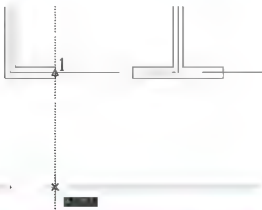

图 3.39 在辅助线上确定第一条尺寸界线的起点
② 在指定第二条尺寸界线原点:提示下,如图 3.39 所示,捕捉③轴线和窗洞口左侧的交点(1处),但不单击,将光标轻轻地向下拖至辅助线上,出现交点捕捉后单击,将该点作为线性标注的第二条尺寸界线的起点。